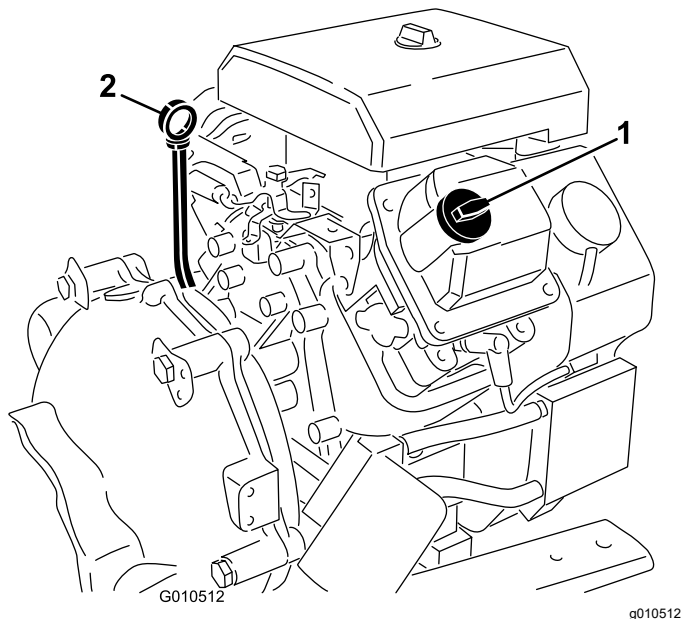

Figura 32
4. Retire la varilla y límpiela con un paño limpio (Figura 32).
7. Si el nivel de aceite es bajo, retire el tapón de llenado (Figura 32) y añada suficiente aceite para elevar el nivel a la marca Lleno de la varilla.